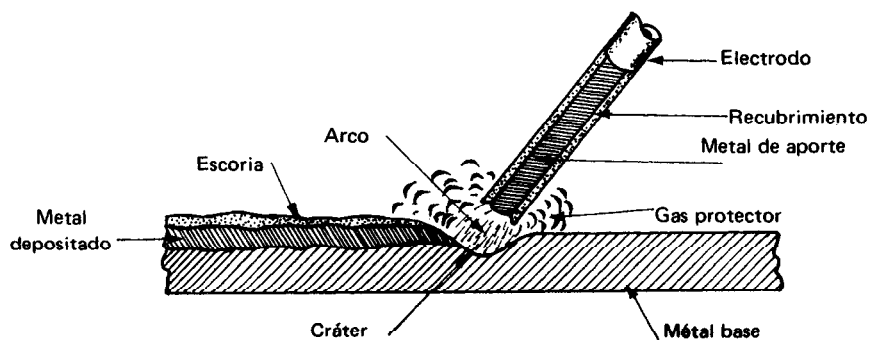

Figura 2.13
- c) produce una escoria que cubre el metal de aporte, evitando el enfriamiento brusco y también el contacto del oxígeno y del nitrógeno (Figura 2.13).